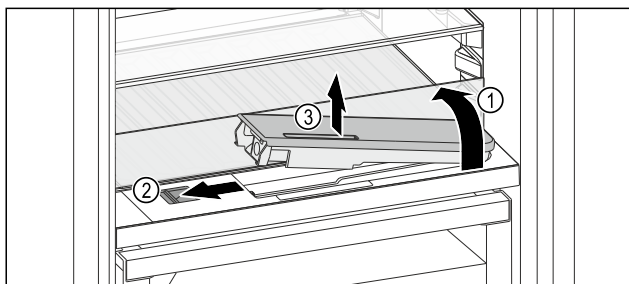

Fig. 219
- Paceliet stikla paneli un atlokiet līdz galam uz aizmuguri Fig. 219 (1).
- Bīdīet slīdni Fig. 219 (2) pa kreisi.
- Izņemiet ūdens tvertni Fig. 219 (3).